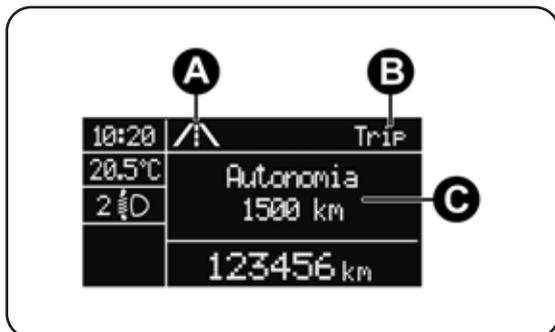

fig. 11
- icona animata nella parte superiore (A-fig. 11);
- la scritta "Trip" (oppure "Trip A" oppure "Trip B") (B);
- nome, valore ed unità di misura relativi alla grandezza selezionata (es. "Autonomia 1500km") (C).